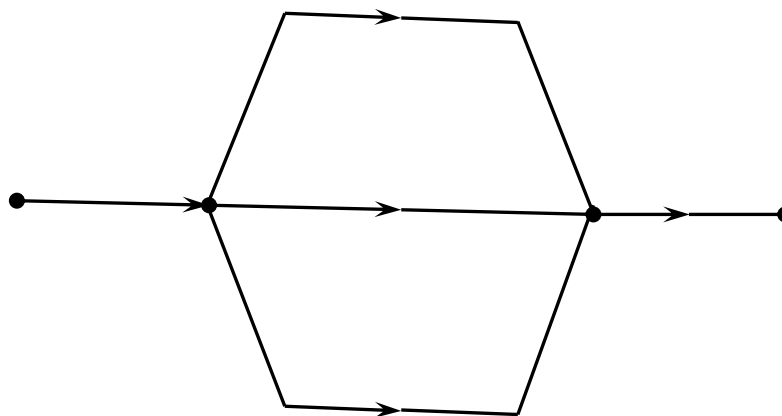

Рис. 1. Вентиляционная схема шахты.
**Задача 2.** Вентиляционная схема подземных выработок шахты представлена на рис. 1.